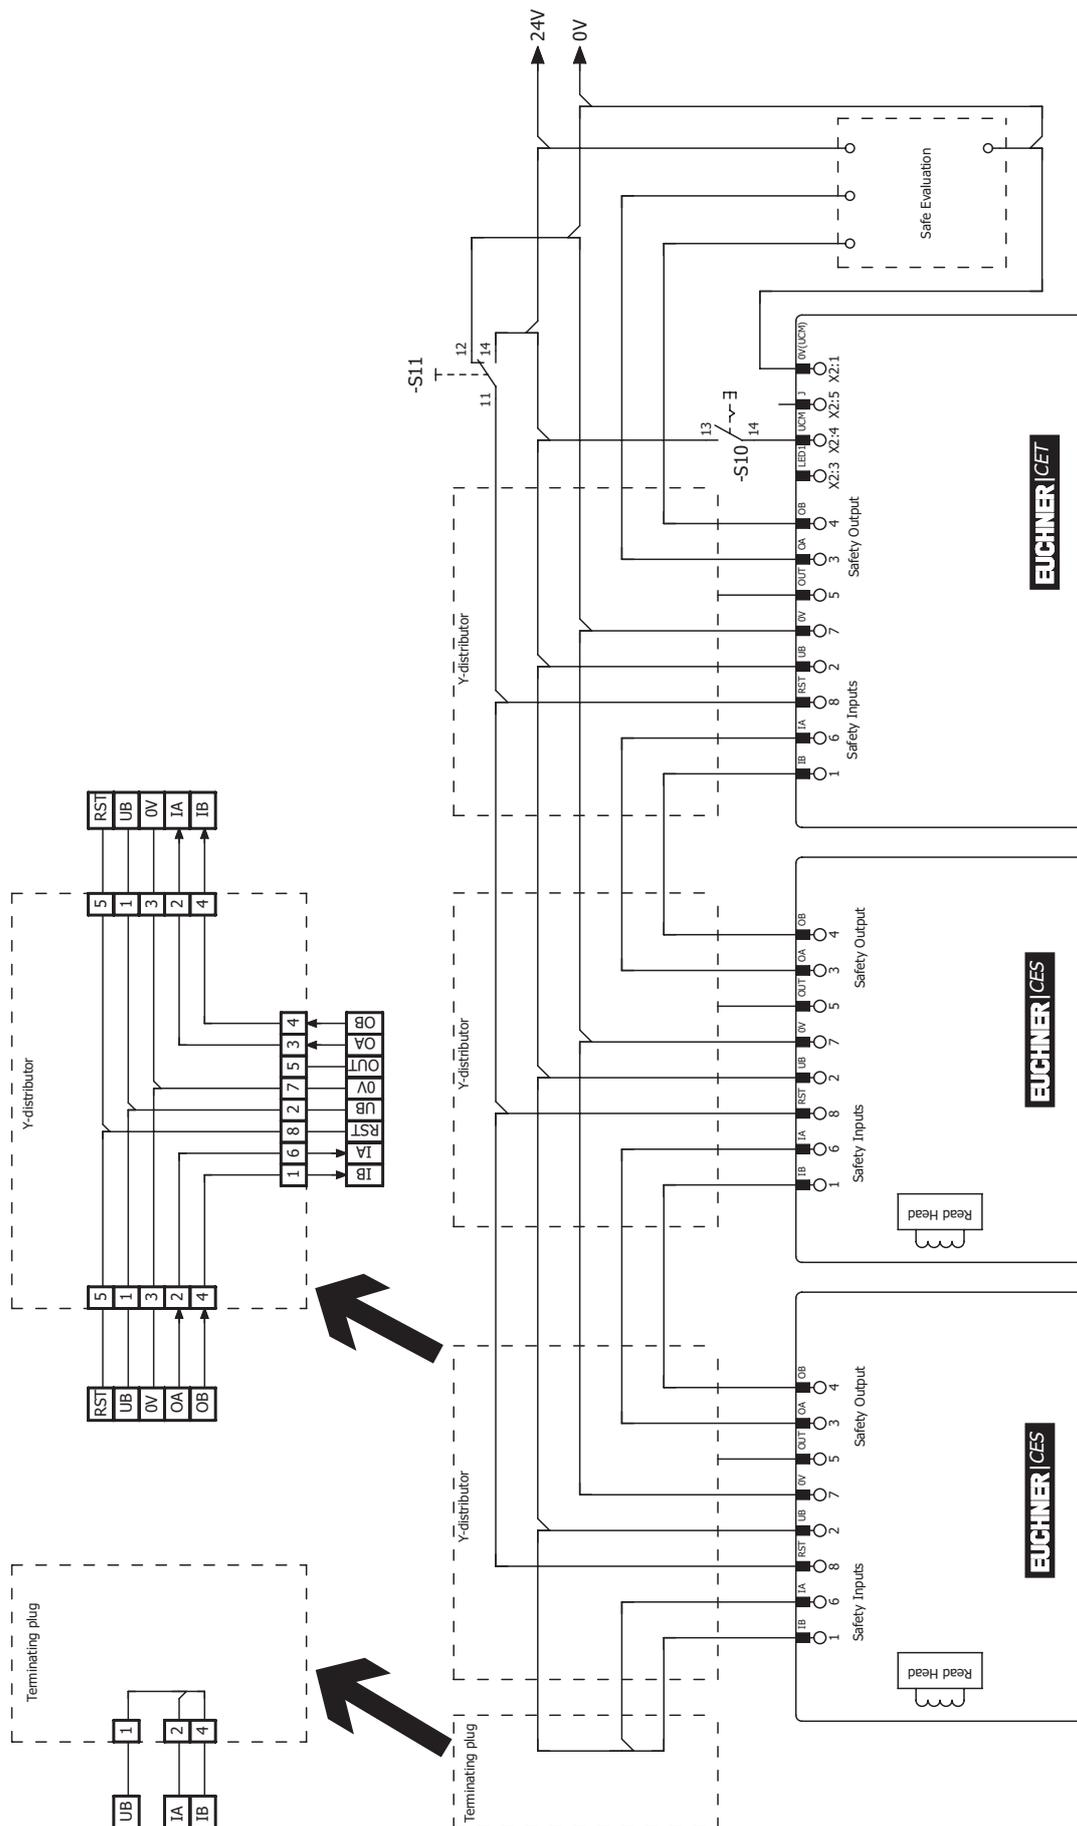

Figure 14 : Exemple de raccordement pour utilisation en série dans un système CES-AR
- › En cas d'utilisation du CET-AR avec boucle de retour et bouton de démarrage, celui-ci doit être placé en dernière position (voir *Figure 14 à la page 34*).
- › Il faut utiliser un signal commun pour tous les interrupteurs en série. Cela peut être un inverseur ou encore la sortie d'une commande / d'un automate. Un bouton ne convient pas car la réinitialisation en cours de fonctionnement doit toujours être sur GND (voir l'interrupteur S11 à la *Figure 14 à la page 34*).
Pour que cela soit possible, l'entrée RST doit être connectée comme indiqué sur la *Figure 14* à la page 34.